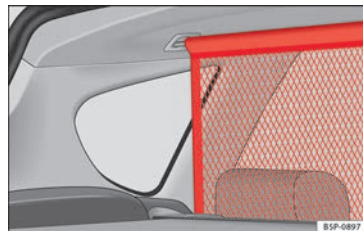

Bild 107 Avdelningsnät.
- Dra nätet underifrån mellan ryggstödet och den fällbara brickan och sätt fast det i spåren i taket, först den högra och sedan den vänstra » **bild 107**.